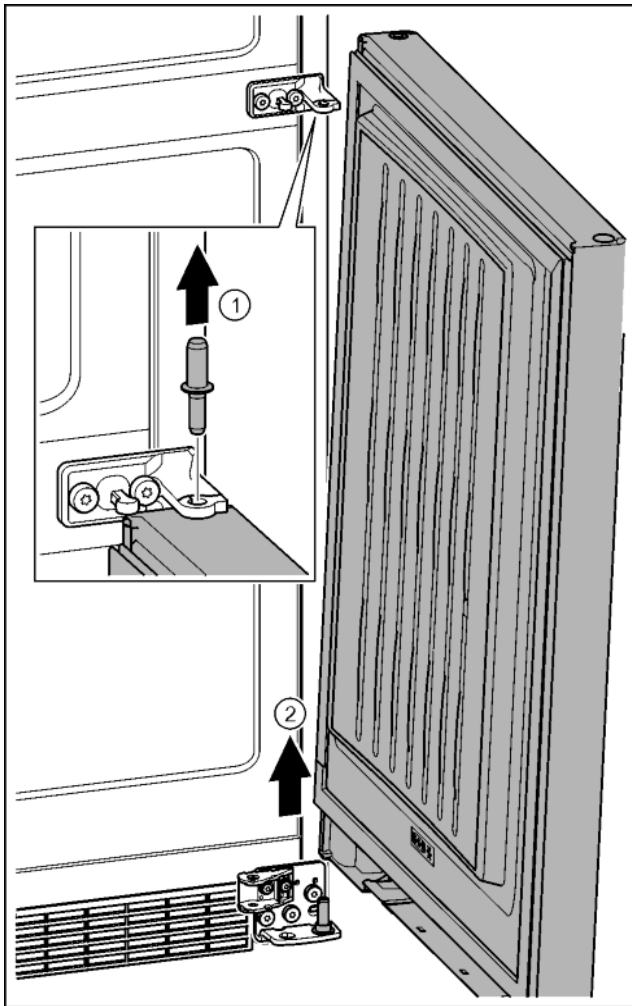

Fig. 25
- ▶ Sortir le boulon par le haut. Fig. 25 (1)
- ▶ Faire basculer la porte vers l'extérieur, la tirer vers le haut et la mettre de côté. Fig. 25 (2)